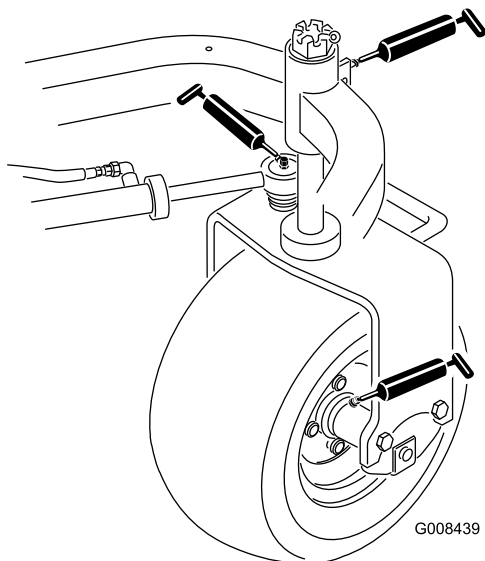

図 28
- ・ 後ホイールハブヶ所 図 28
- ・ キャスタベアリング1ヶ所 図 28
- ・ ステアリングシリンダ2ヶ所 図 28